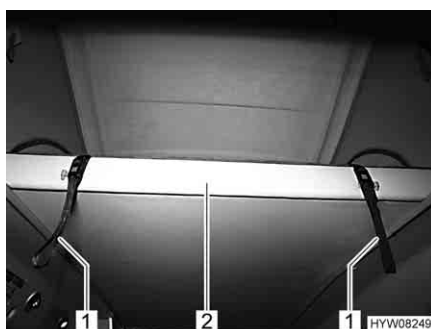

Fig. 26 Superficie utile ribaltabile
- Se la superficie utile ribaltabile è ribaltata verso l'alto: Tirare la superficie utile (Fig. 26,2) verso il basso utilizzando la cinghia ausiliaria (Fig. 26,1).